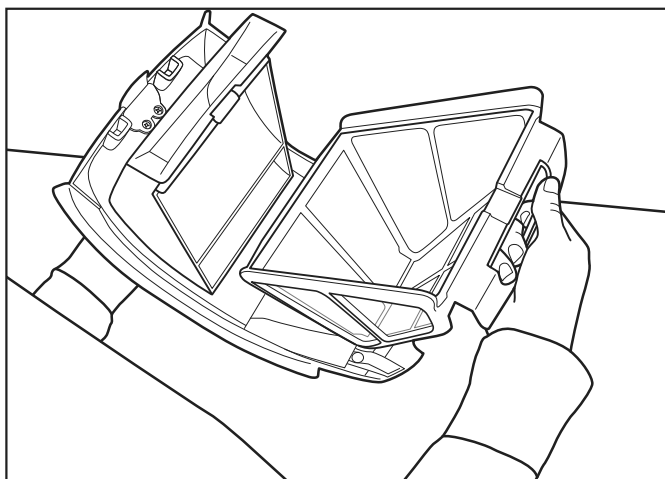

Figure 11. Retirer la cartouche filtrante du couvercle
- Appuyer sur l'attache de la cartouche filtrante avec le doigt pour séparer cette dernière du couvercle, tel qu'il est illustré à la Figure 11.